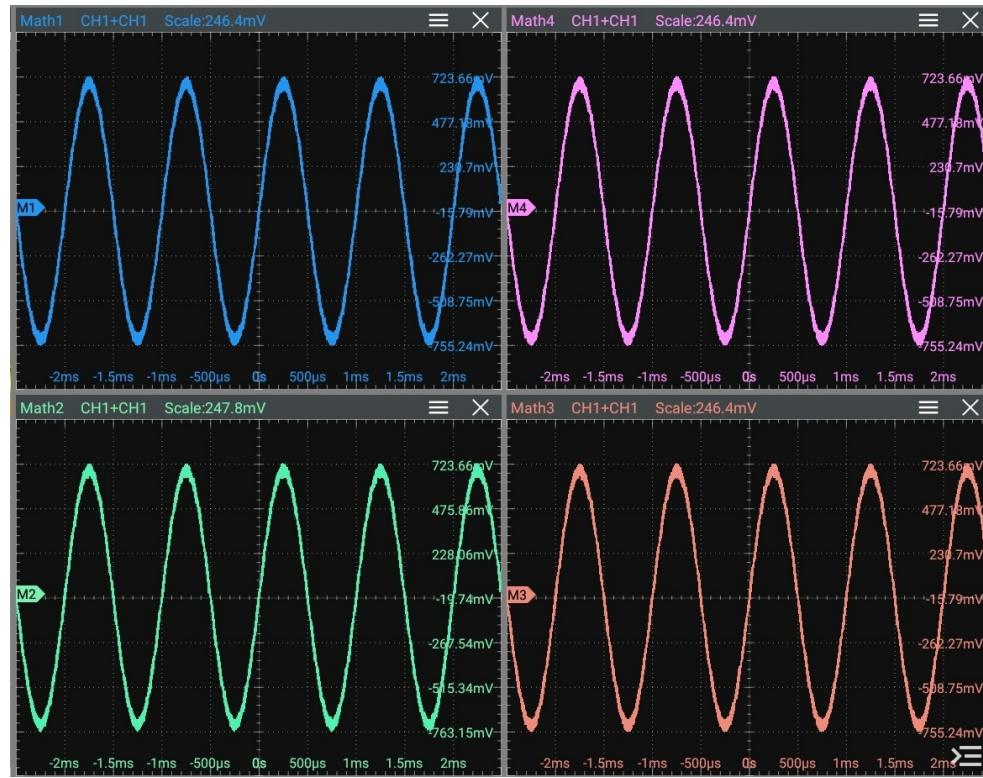

图 9.2 运算结果的波形显示窗口
- 点击屏幕下方的 Math1 ~ Math4 标签，会在屏幕上出现对应的界面，如图 9.2 所示。
在 **数学运算** 中，点击 **运算** 开关按钮，可以选择打开 (ON) 或关闭 (OFF) 运算结果的波形显示窗口，默认选择 OFF。Math1~Math4 设置为 ON 后，屏幕上显示如图 9.2 所示。